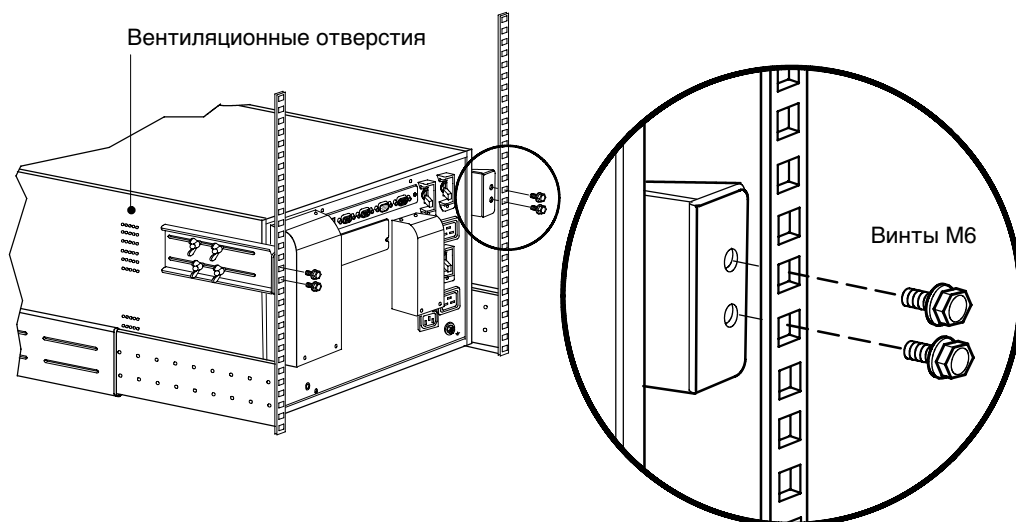

Рисунок 23. Крепление дополнительных сейсмоустойчивых кронштейнов ИБП
- При установке дополнительных сейсмоустойчивых кронштейнов закрепите кронштейны ИБП на стойке с помощью четырех крепежных винтов М6, как показано на рис. 23.